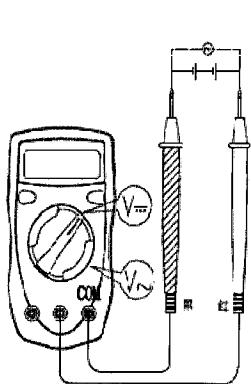

图 1-2
#### (1) 直流电压测量 (如图 1-2 所示)
① 将红表笔插入 “VΩmA” 插孔，黑表笔插入 “COM” 插孔。
② 将功能量程开关置于直流电压挡位，并将表笔并联到待测电源或负载上。
③ 从显示器上读取测量结果。